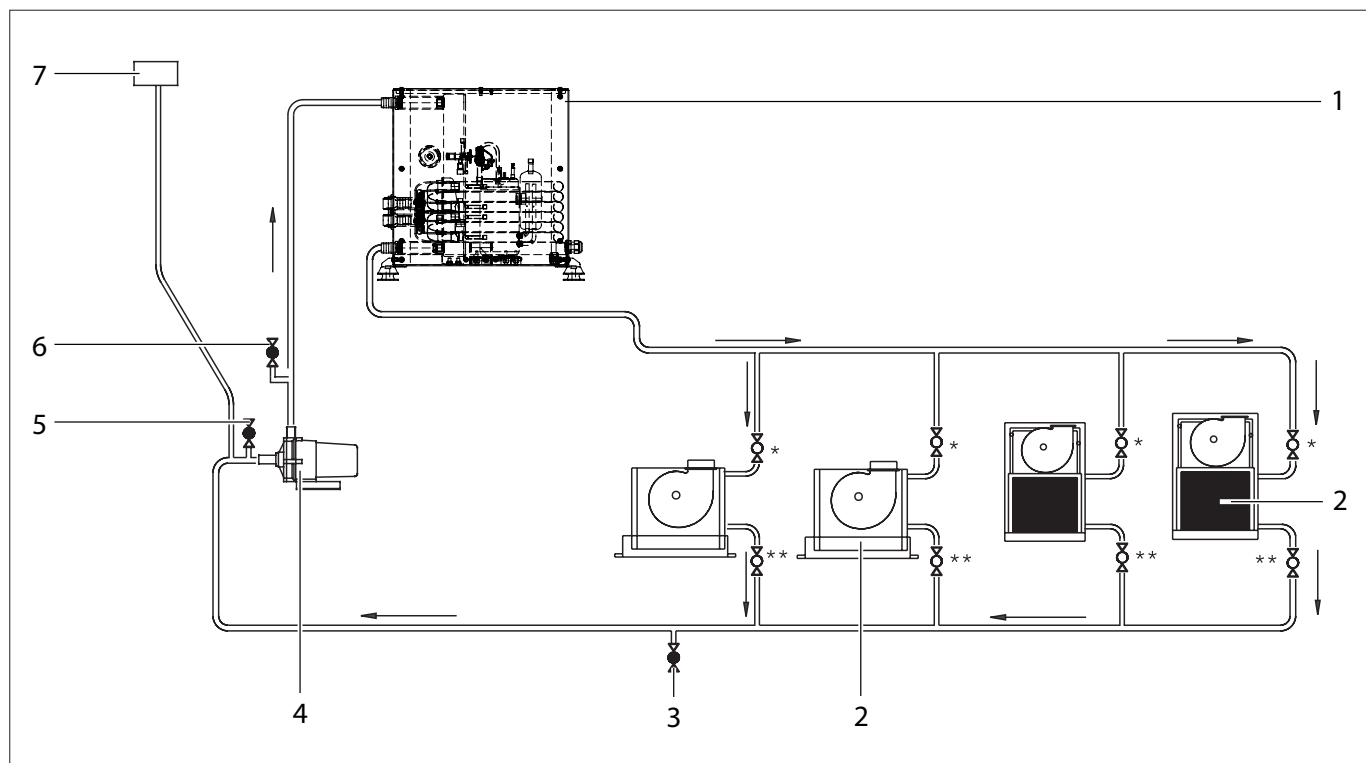

Fig.8 Esempio di circuito dell'acqua fredda sistema aperto: 1 unità Chiller e 4 ventilconvettori
► Montare le condotte dell'acqua fredda come da Fig.8 o Fig.21.